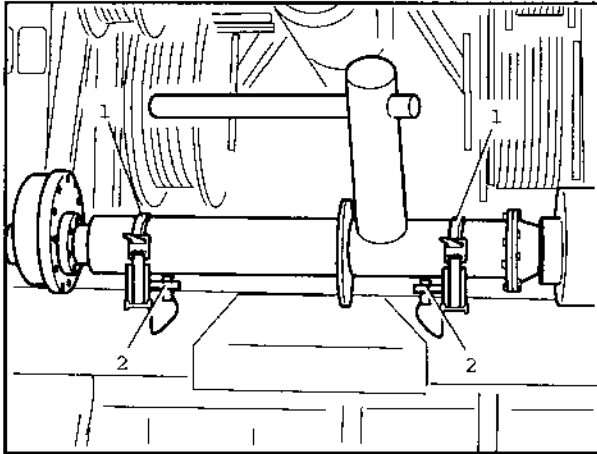

Bild 120
50. Mastaufsatz in die hinteren Halterungen einsetzen, Federstecker (Bild 120/2) einstecken und Mastaufsatz mit Gurten (Bild 120/1) festlegen.